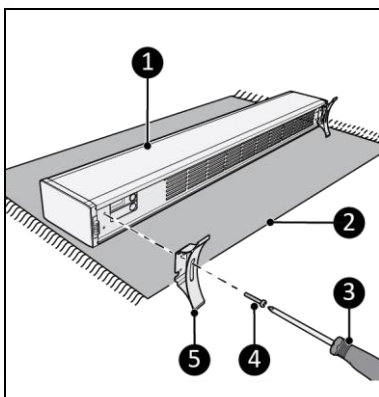

Figure 7
1. Posez l'appareil sur une surface douce et stable (figure 7, pos. 2).
2. Placez les pieds (figure 7, pos. 8) des deux côtés du corps principal (figure 7, pos. 1).
3. Vissez et serrez les pieds avec une petite vis (figure 7, pos. 4) à l'aide d'un tournevis Phillips (figure 7, pos. 3).